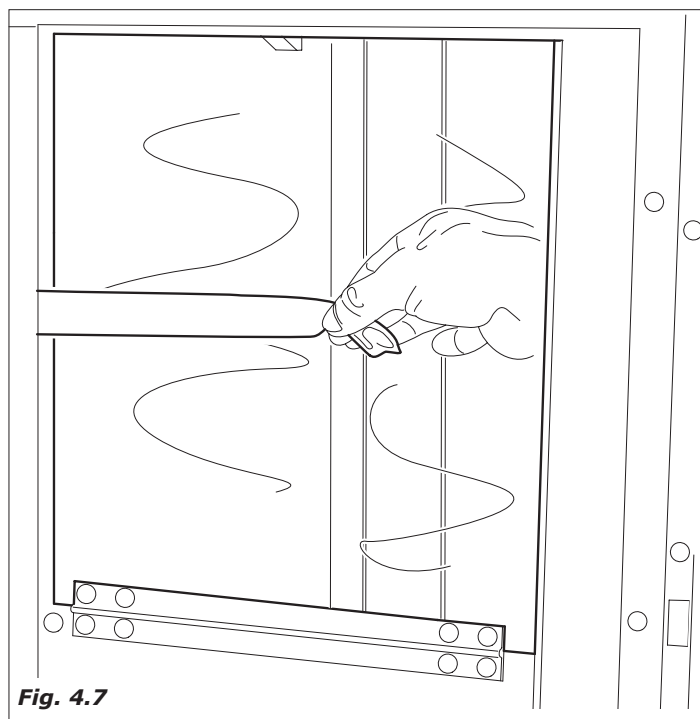

Fig. 4.7
- Colonna bicchieri (esempio in Fig.4.7).